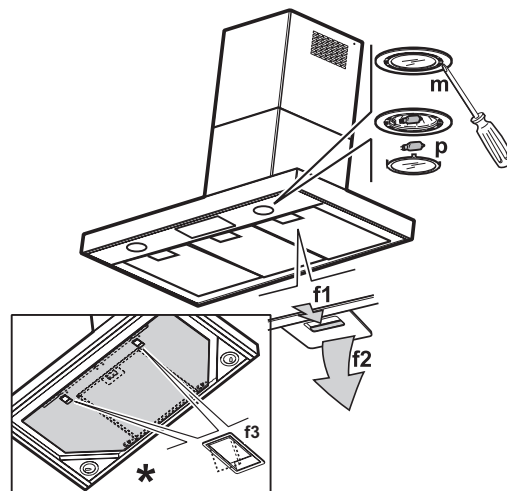

Fig. 1
Retirez les filtres à graisses - Fig. 1 : tirez la poignée de décrochage à ressort en arrière (f1), puis extrayez le filtre en le tirant vers le bas (f2).
1. Dégagez le plafonnier (p-Fig. 1) à l'aide d'un tournevis normal ou d'un outil approprié permettant de faire levier (m-Fig. 1).
1. Retirez le filtre à graisses (f1/f2 - Fig. 1).